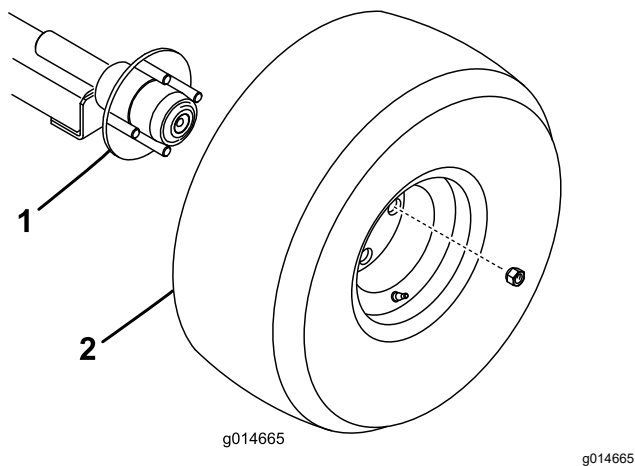

Figura 5
1. Montate un gruppo ruota su ogni mozzo dell'assale con 4 dadi ad alette (Figura 5). Serrate i dadi a una coppia di 108 N·m.